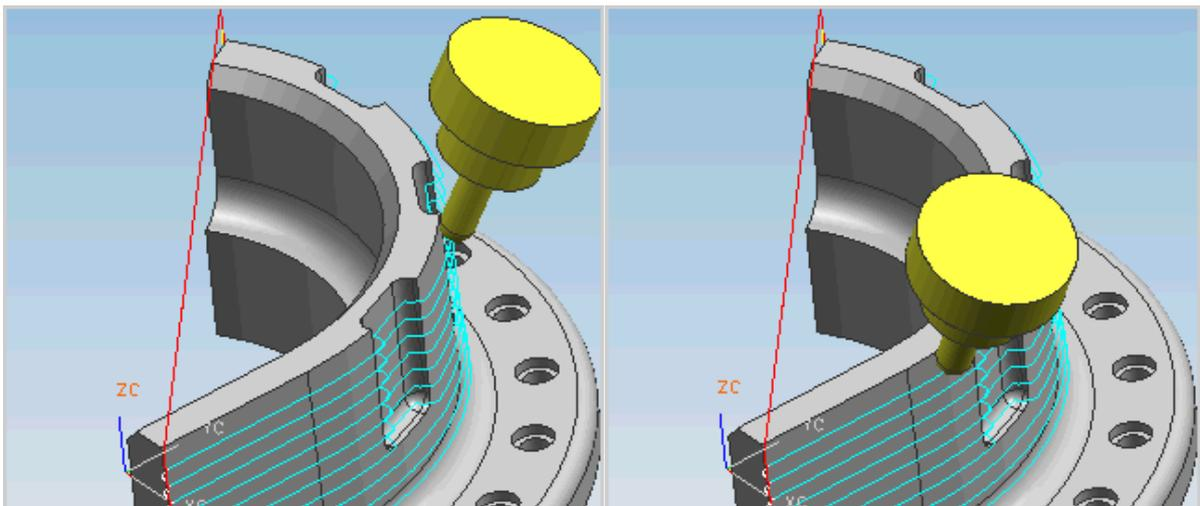

Рис. 1.7. Траектория с наклоном инструмента всегда от детали
- **Всегда от детали** (*Away from part*) – наклоняет инструмент от стенок детали в открытую область и от смежных стенок в углах (см. рис. 1.7, 1.8).